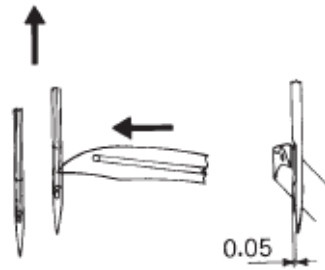

FIG. 6
B. To obtain dimension 0.05 (Fig.6) which represents the distance between the end of the looper and the groove of the needle during its stroke from right to left, loosen screw G (Fig.7) and adjust by turning shaft H.
B. Para conseguir la dimensión 0.05 (Fig 6) que representa la distancia entre el fin del engazador y la estría de la aguja durante su golpe de derecha a izquierda, afloje el tornillo G (Fig. 7) y ajuste rotando el eje H.